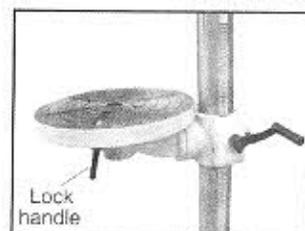

Ilustración 10
E. Rotación a 360° Afloje la palanca de fijación de la mesa y gire la mesa a la posición deseada. Apriete de nuevo la palanca (ilustración 10).